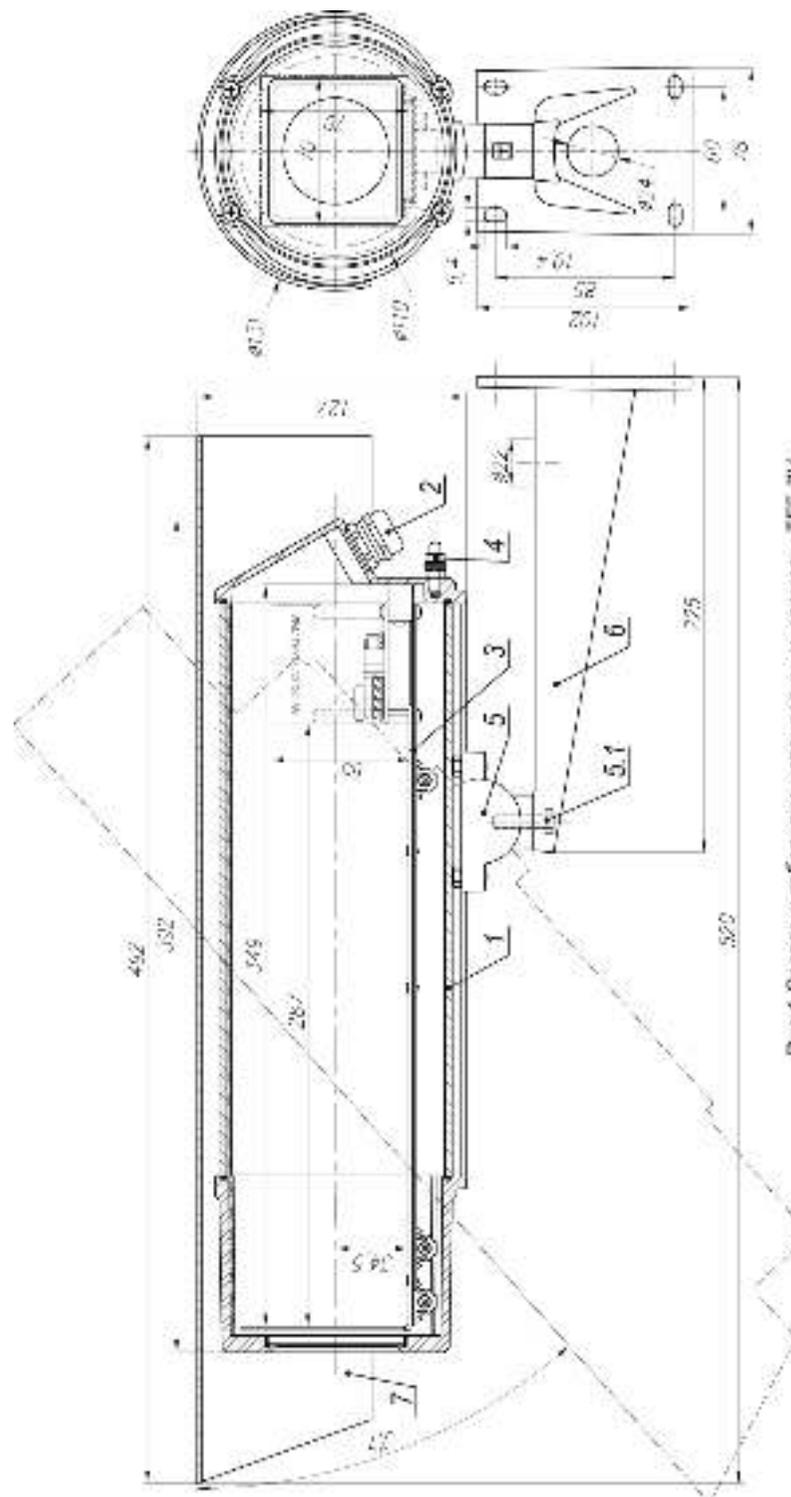

Рис.1 Состав и габаритно-установочные размеры ТГБ-7У
2. Выдвинуть модуль видеокамеры (поз.3 рис.1) из кожуха.
8. Ослабив болт фиксации шарнира (поз.5.1 рис.1), установить гермобокс на нужное направление обзора, после чего надежно зафиксировать шарнир затянув болт.
9. Заземлить гермобокс с помощью болта заземления (поз.4 рис.1).
В состав изделия входят (см. рис.1):